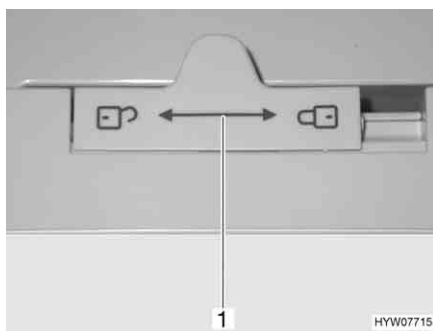

Fig. 154 Bloccaggio della porta del frigorifero (serie Dometic 7)
- Spostare il dispositivo di bloccaggio (Fig. 154,1) verso sinistra "🔓".
- Spostare il dispositivo di bloccaggio (Fig. 154,1) completamente verso destra "🔒".